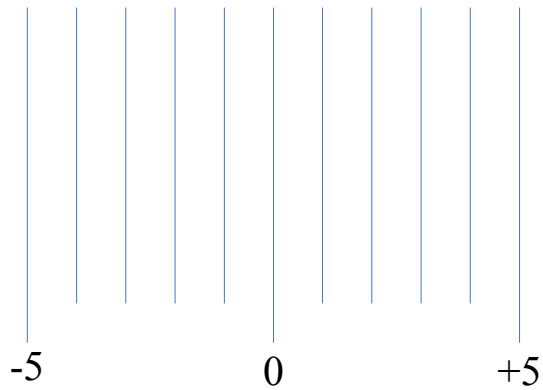

图 4
5. 在完成基本要求部分工作时，需在平板上铺设一张如图 4 所示画有一组间距为  $1\text{ cm}$  平行线的打印纸（ $10\text{ cm} \times 6\text{ cm}$ ），平行线与电机转轴平行。